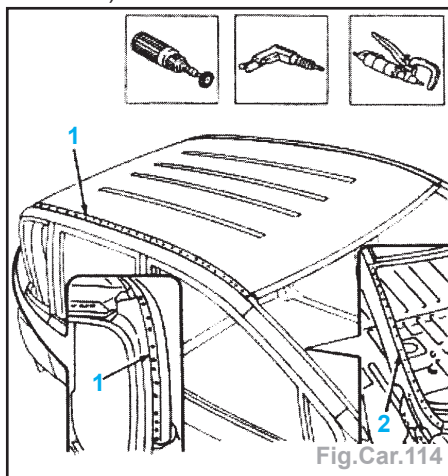

Fig.Car.114
- Dépointer à la perceuse (1) et avec une fraise (2) les points de soudure (Fig. Car.114).